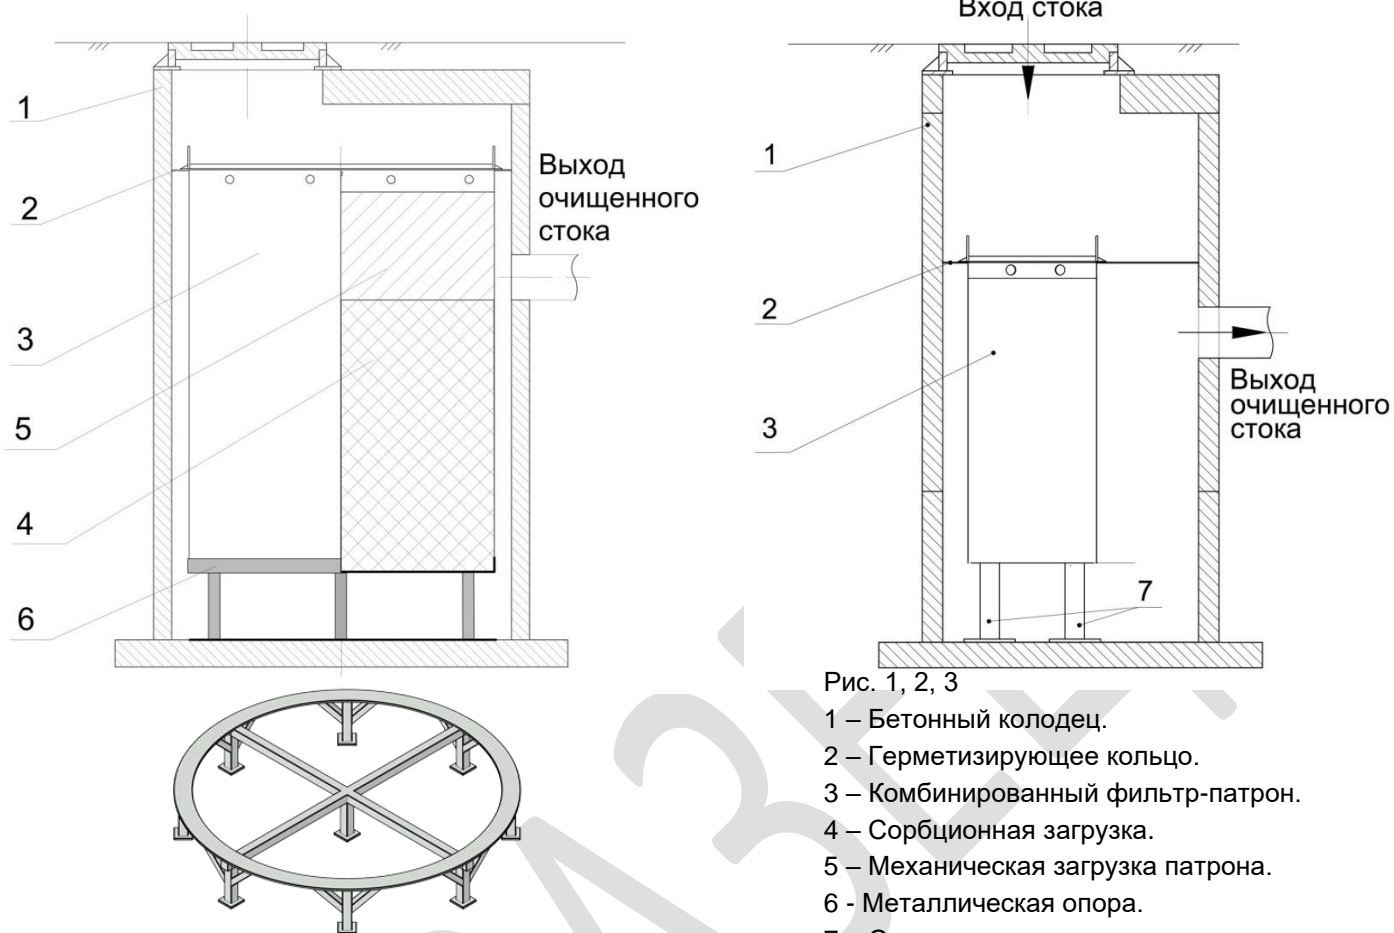

Рис. 1, 2, 3
2.1. Фильтр-патрон устанавливается на дно стандартного железобетонного колодца на опору. Для патронов D1420 и D1920 мм опорой служит металлическая подставка, патроны D920 и D580 мм опираются на ножки, приваренные к корпусу патрона при его изготовлении Рис. 1,2,3. Высота опоры (ножек) определяется техническим заданием заказчика, но должна быть не менее 250 мм.